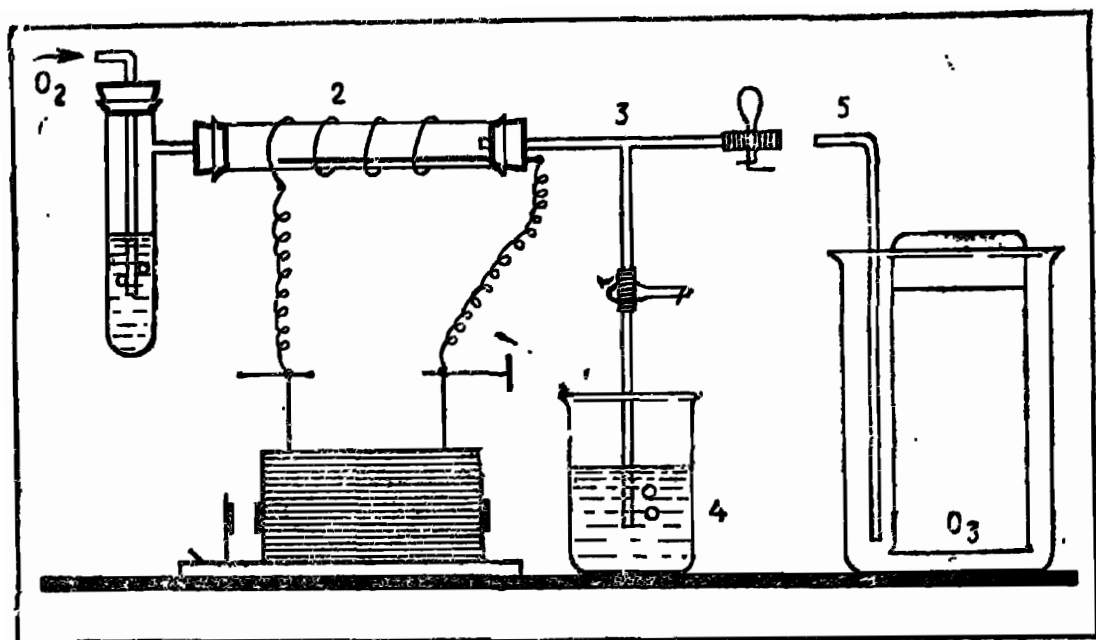

Рис. 5. Получение озона.
Для демонстрации опытов собирают установку, состоящую из озонатора, источника тока с соответствующим напряжением для индукционной катушки и газометра с кислородом. Если нет заводского озонатора, то его можно заменить самодельным любой конструкции. Чтобы опыты можно было проводить комплексно, целесообразно использовать трехходовой стеклянный кран или тройник с двумя зажимами на резиновых трубках. Установку (рис. 5) собирают в следующей последовательности: газометр с кислородом, промывалка с раствором иодида калия 1, озонатор 2 (проводники соединены с индуктором, к которому подключен источник тока), трехходовой кран 3. Один конец крана соединен с
Оборудование: установка (рис. 5), раствор иодида калия, свежеприготовленный раствор крахмала, иодокрахмальная бумага, лист фильтровальной бумаги 12×18 см, серебряная пластинка, щипцы, горелка, батарейный стеклянный стакан (или большой химический стакан).
Озон лучше кислорода растворяется в воде (примерно в 10 раз), но вода разлагает его, поэтому целесообразно показать растворимость озона в скипидаре или хлориде углерода (IV). Для этого к трубке 3 (рис. 5) присоедините газоотводную трубку 5, которую поместите в сухой цилиндр или в коническую колбу.
Растворимость озона в скипидаре и воде можно показать с помощью промывалки (рис. 5). Налейте скипидар и воду в промывалки и поочередно присоедините их к трубке 5. После насыщения скипидара и воды озоном к смесям прилейте иодокрахмальный раствор. Лучшая растворимость озона в скипидаре объясняется тем, что вода взаимодействует с озоном, разрушая его до кислорода.